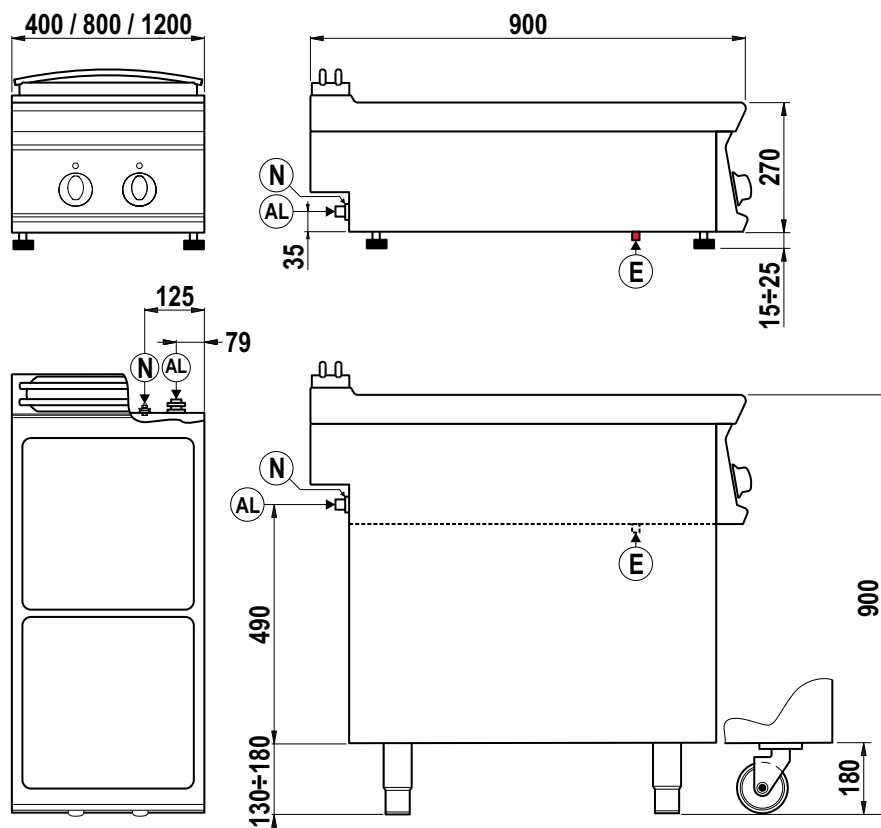
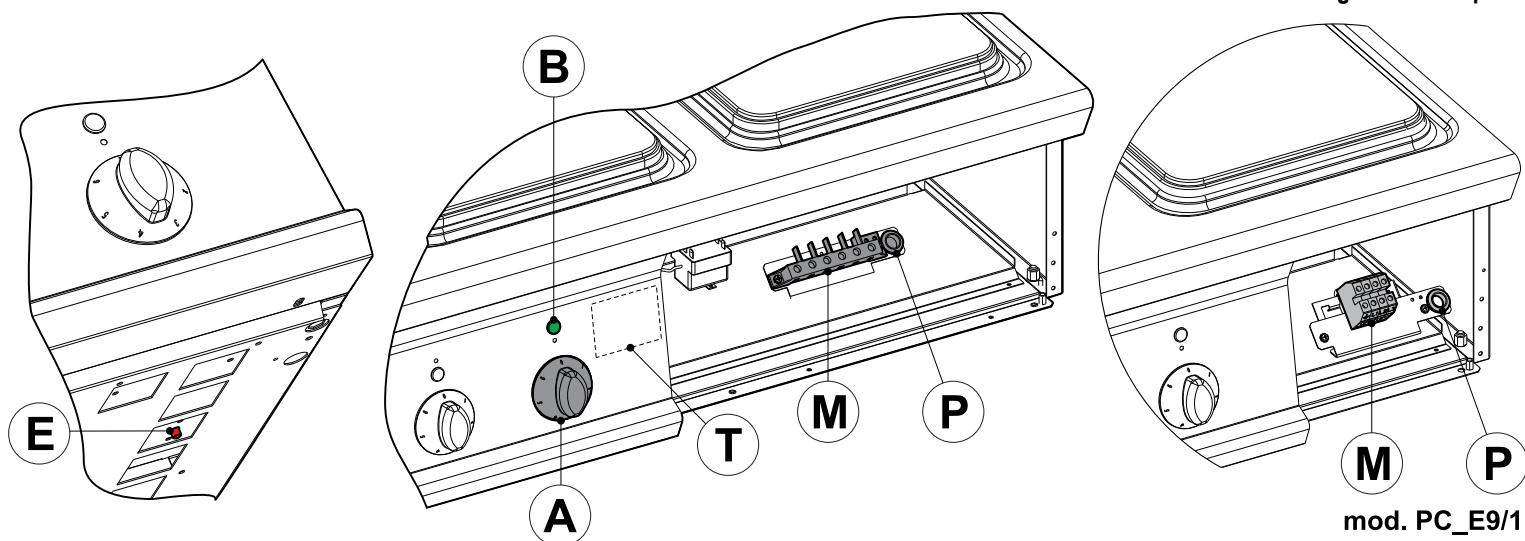

Fig.1 – Abb.1 - рис.1
Fig.2 – Abb.2 - рис.2
I dati tecnici si rilevano dalla targhetta caratteristica "T" fig.2 che è applicata all'interno del cruscotto.
Per accedere alla morsettiera "M" fig.2 rimuovere il cruscotto svitando le viti poste nella parte inferiore del pannello stesso.
Prestare attenzione a far passare il cavo attraverso il passacavo "P" fig.2 vicino alla morsettiera, tenere inoltre il cavo in appoggio sul fondo bloccandolo con l'apposito pressacavo "AL" fig.1.
- Ruotare la manopola "A" fig.2 facendo collimare l'indice del cruscotto con la posizione scelta; si accenderà la spia "B" fig.2.